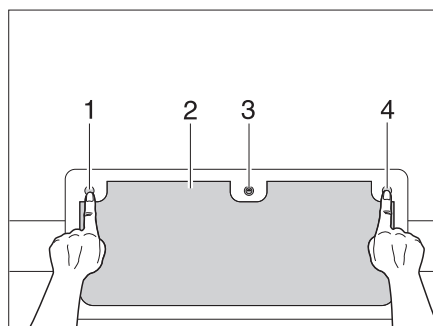

Fig. 30 Cerradura de la trampa con pulsadores, cerrada
- Introducir la llave en el cilindro de cierre (Fig. 30,3) y girarla un cuarto de vuelta.
- Presionar los tres pulsadores (Fig. 30,1, 3 y 4).
- Cerrar la trampa exterior (Fig. 30,2) por completo, hasta escuchar que engatille audiblemente.
- Introducir la llave en el cilindro de cierre (Fig. 30,3) y girarla un cuarto de vuelta. La cerradura está bloqueada.